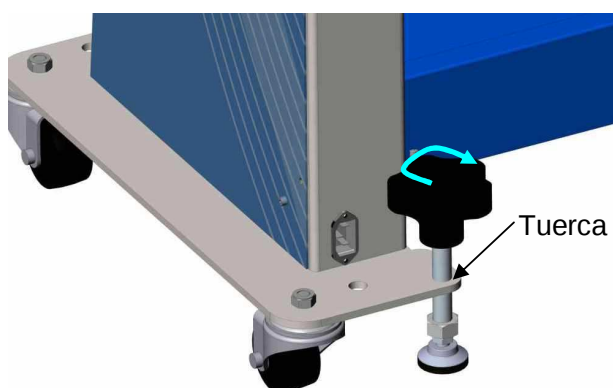

Figura 6
15. Coloque la máquina de manera segura en su lugar bajando la pata ajustable con la mano hasta que toque el suelo. No la apriete demasiado. Bloquee de manera manual la pata ajustable con la tuerca (figura 6). Repita el procedimiento en el otro lateral. En la mayoría de las superficies no es necesario nivelar la máquina.